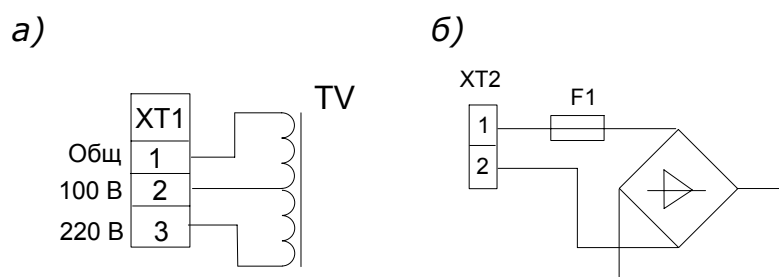

Рис. 48 Входы напряжения блоков
- имеющие разделительный трансформатор *TV*, первичная обмотка которого выполнена с отводами на промежуточные значения напряжения (рис. 48, а);
- без разделительного трансформатора, в котором сетевое напряжение (независимо от рода тока) поступает непосредственно на выпрямительный мост (рис. 48, б).
Мощность разделительного трансформатора, показанного на рис. 48,а должна быть рассчитана на передачу номинальной мощности блока при отсутствии сигнала на токовых входах.